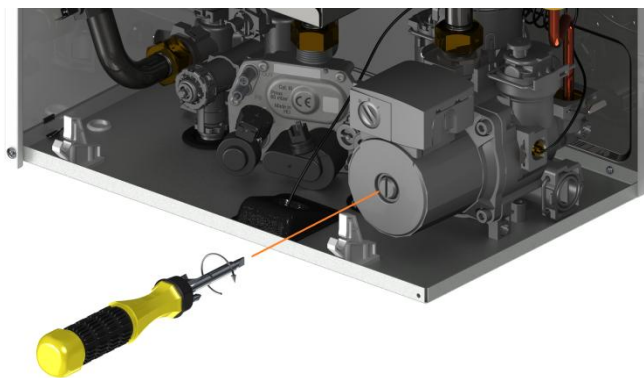

Рис. 7 Проверка циркуляционного насоса
- При давлении свыше 2 бар открыть клапан дренажный, совмещенный с клапаном предохранительным (23), см. п. 13.1 на стр. 20, понизив давление до 1,5 бар. При давлении ниже 1 бар – открыть кран подпитки контура отопления (24) и закрыть кран при достижении давления от 1 до 1,5 бар;
- не заблокирован ли насос. Для этого при помощи отвёртки открутите заглушку насоса и совершите вращательные движения его вала несколько раз в разные стороны (см. рисунок 7). Затем плотно закрутите заглушку. При выполнении данной операции возможны протечки теплоносителя из насоса, после установки заглушки необходимо удалить остатки теплоносителя с компонентов котла (протереть);